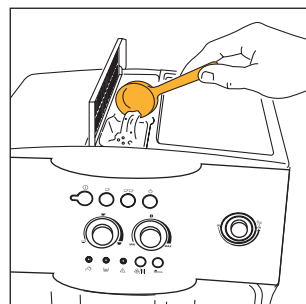

Fig. 19
2. Levante a tampa central, introduza no funil uma colher doseadora de café pré-moído (fig. 19) e proceda, depois, conforme descrito no parágrafo 5.